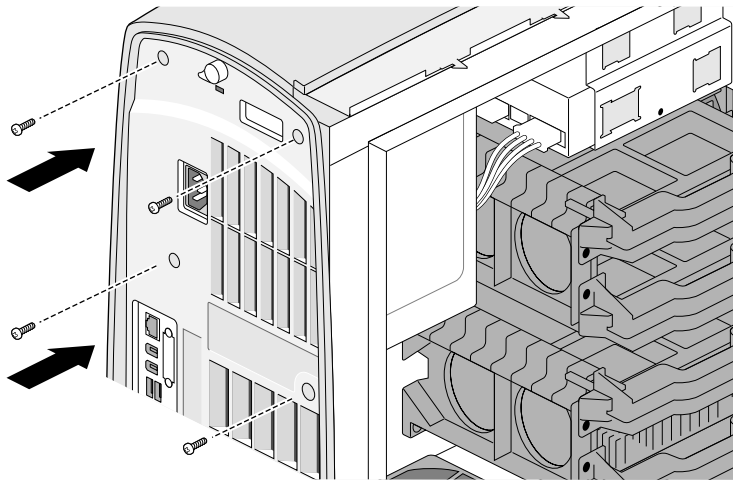

Abbildung 7-7 Eindreihen der Netzteilschrauben
5. Drehen Sie die vier Schrauben, die Sie zuvor entfernt haben, wieder in die Rückseite des Systems hinein. Siehe Abbildung 7-7.